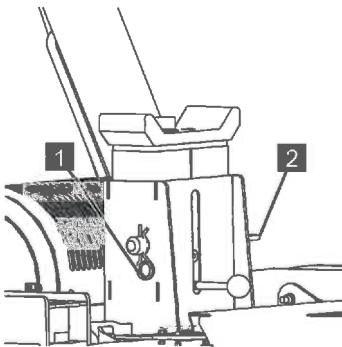

Abb. 107
3. Federsplint (Abb.107/1) aus dem Befestigungsbolzen (Abb.107/2) herausziehen.
4. Den Befestigungsbolzen (Abb.107/2) herausziehen.